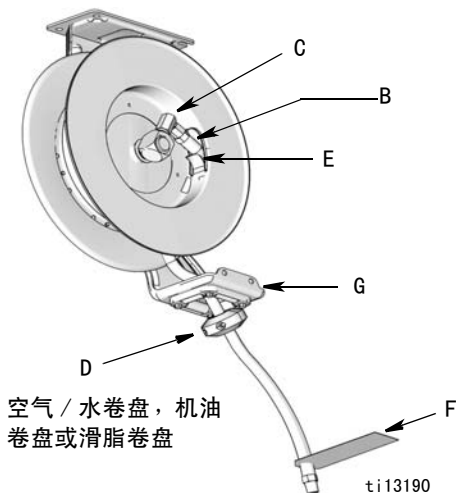

图 21
5. 从旋转接头（C）上断开软管（B）。（图 21）
8. 将软管端头（B）穿过软管导向架（G），再穿过卷盘上的孔（E）（图 21）。